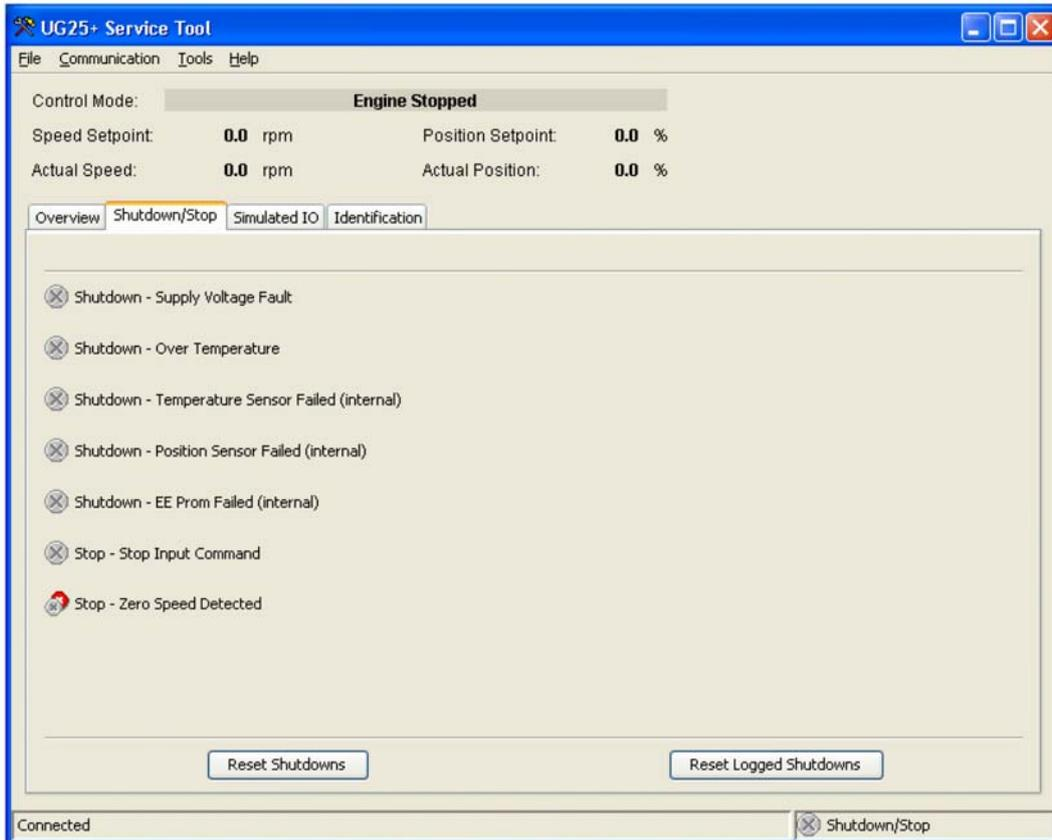

図 5-4; サービス・ツールのシャットダウン／停止画面
- Shutdown/Stop (シャットダウン/停止; 図 5-4 参照)
シャットダウンの発生状況を見るには、メイン・ウィンドウのシャットダウン／停止 (Shutdown/Stop) のページ (図 5-4) を選択します。この画面で表示される内容は、プログラム時に検出するように設定された故障の種類によって変化します。故障の種類とその説明については、第 4 章を参照してください。